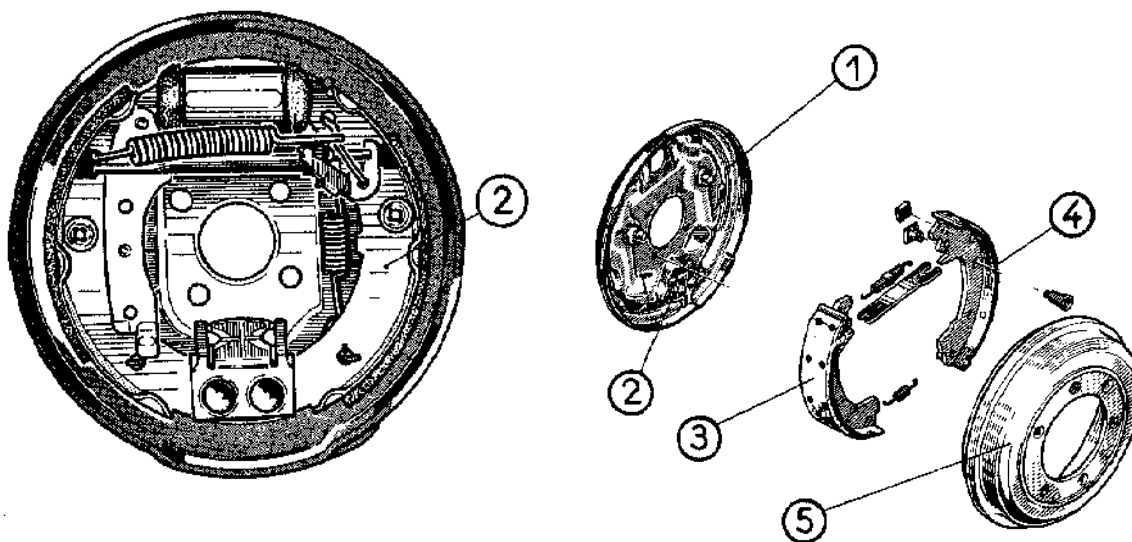

Fig.1 Eléments constitutifs d'un frein à tambour classique.
- Centrage dans le tambour par leur mobilité verticale sur l'appui (1) et la commande (c);
- Segment (3) (fig 1) arc-boute sur l'appui (1), ce qui augmente son action de frottement sur le tambour. Le segment (3) est dit comprimé ou primaire;
- Le segment (4, fig 1) tend à quitter l'appui (1) et s'opposer à l'effort de la commande (c), ce qui diminue son action de frottement sur le tambour, le segment est dit tendu ou secondaire. l'efficacité et l'usure des 2 segments sont différentes. On y remédie partiellement en utilisant une garniture plus tendre pour le segment secondaire.